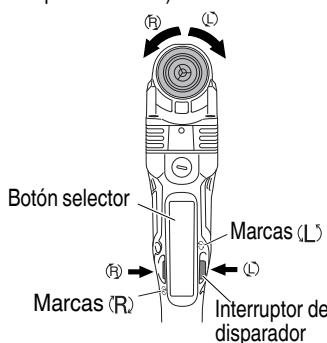

Fig. 8
El lado L (izq.) se usa para hacer girar la broca a la izquierda (Vea las Fig. 8). (Las marcas (L) y (R) están en el cuerpo del taladro.)